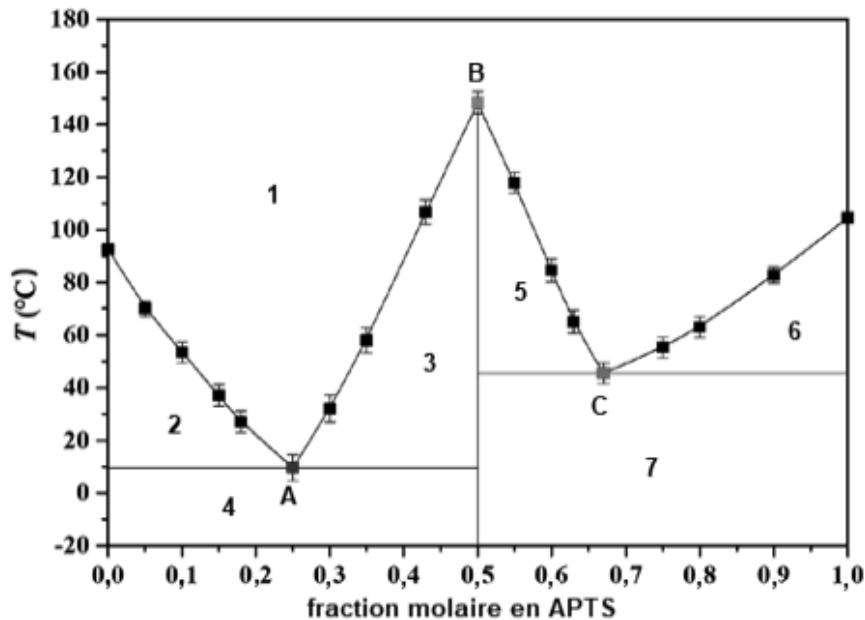

Figure 4 - Diagramme binaire isobare solide-liquide du mélange imidazole-APTS¹
Les SEP résultent de l'association d'un donneur de liaison hydrogène et d'un accepteur de liaison hydrogène dans des proportions correspondant à celles d'un mélange eutectique. Ils sont utilisés pour de nombreuses applications (électrochimie, extraction, catalyse...). On s'intéresse ici à un SEP à base d'imidazole et d'acide paratoluènesulfonique (APTS), utilisé pour le captage du dioxyde de carbone. Le diagramme binaire du mélange imidazole-APTS est donné sur la **figure 4** ci-dessous (sous pression atmosphérique). On pourra utiliser la notation I pour l'imidazole.
2. À l'aide du diagramme de la **figure 4**, déterminer une estimation de la valeur de la température de fusion de l'imidazole
4. Attribuer les domaines numérotés de 1 à 7 du diagramme de la **figure 4**